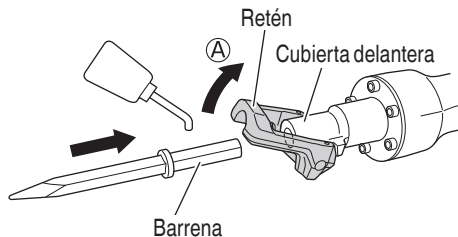

Fig. 3
- (1) Limpie, y después unte la parte del vástago del accesorio con grasa o aceite de máquina.
- (2) Mueva el retén hasta la posición de apertura (A), y asiente el accesorio, tal como una barreta de punta, una cortadora, etc., en el orificio hexagonal de la cubierta frontal (consulte la Fig. 3).